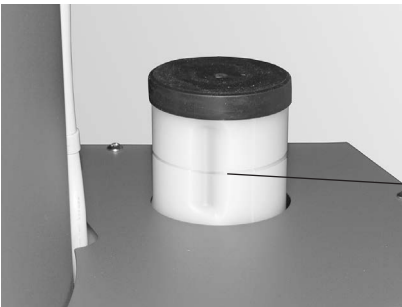

Fig. 76 Riempire il serbatoio dell'acqua
- Rimuovere il tappo del serbatoio dell'acqua e rabboccare – Fig. 76.